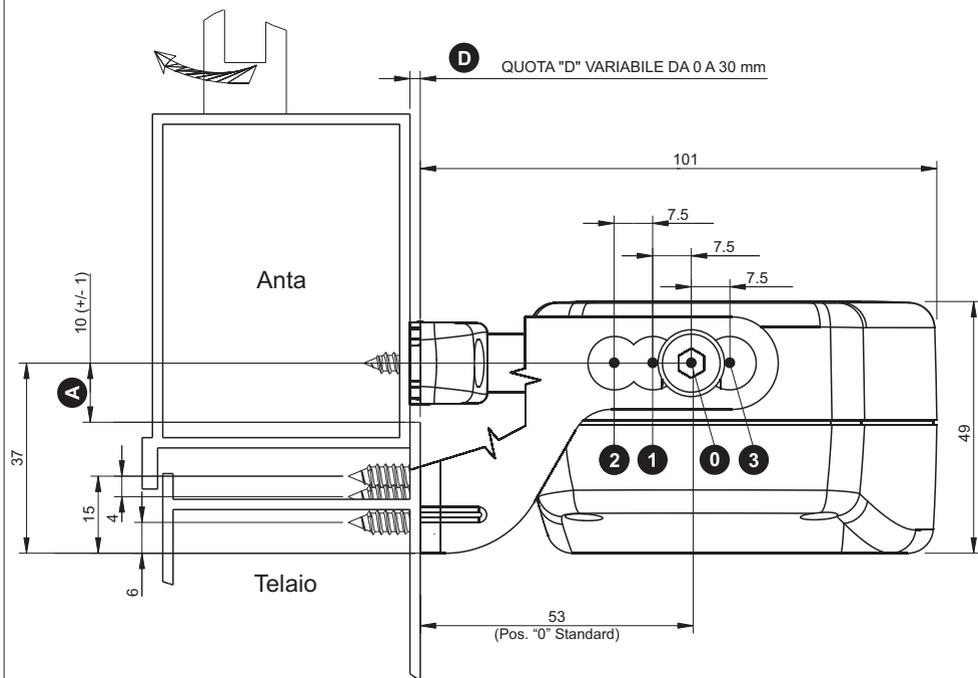

Fig. 7b Dimensioni in mm
VERIFICARE CHE LA DISTANZA "D" TRA IL TELAIO DEL SERRAMENTO (SU CUI È PREVISTO IL FISSAGGIO DELL'ATTUATORE) E L'ANTA DEL SERRAMENTO (SU CUI È PREVISTO IL FISSAGGIO DELLA STAFFA) SIA COMPRESA TRA 0 mm E 30 mm PER IL MONTAGGIO A SPORGERE (V. FIG. 7a) E TRA 0 mm E 22,5 mm PER IL MONTAGGIO A VASISTAS (V. FIG. 7b).
- 5) **Fig. 30-** Allineare la staffa per apertura vasistas con la mezzeria della finestra utilizzando, come riferimento, il foro centrale delle viti di fissaggio e posizionando la staffa per apertura vasistas ad una quota **E** (**v. Fig. 7b**) e segnare i punti di foratura;
- 7) **Fig. 33-** Fissare con le due viti in dotazione (**Rif. 1**) l'attuatore alla staffa di attacco al serramento nella posizione "0" (**v. Fig. 7b**) e svitare la vite di regolazione terminale catena;
- 8) **Fig. 33-** Scegliere la posizione dell'attuatore rispetto la staffa di attacco al serramento (**v. Fig. 7b**) e agganciare il terminale catena alla staffa per apertura vasistas;